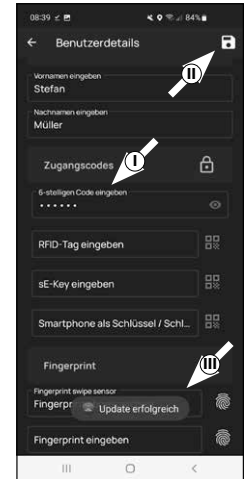

Abb. 5
- 1 Im zweiten Absatz, unter „Zugangs-codes“, geben Sie bei „6-stelligen Code eingeben“ einen gewünschten Benutzercode mit 6 Stellen ein (I) (Abb. 5).
- 2 Tippen Sie danach oben rechts auf das Speichern-Symbol (II) (Abb. 5). Es erscheint eine Infobox mit „Update erfolgreich“ zur Bestätigung (III) (Abb. 5).